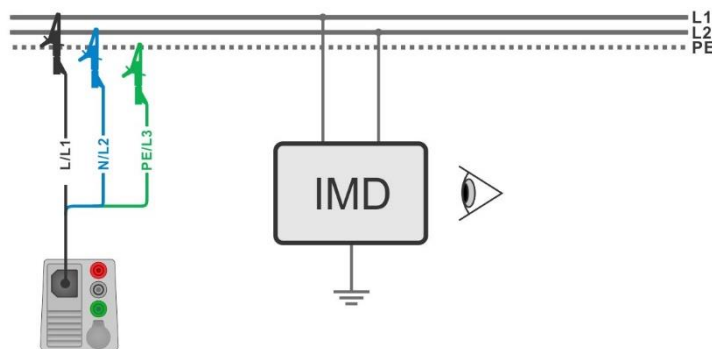

Abbildung 7.41: Anschluss mit 3-Leiter Prüfadapter
- › Schließen Sie den 3-Leiter Prüfadapter am Prüfling an, siehe **Abbildung 7.41**.